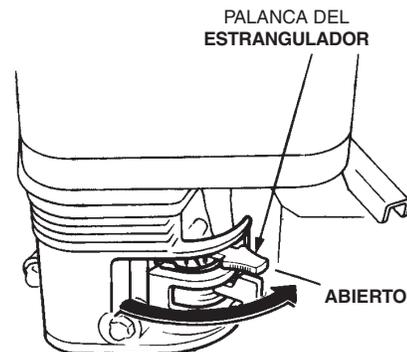

**Figura 22. Interruptor de seguridad centrífugo "Stop" (ON)**
3. Coloque el **interruptor centrífugo de seguridad "STOP" (PARADA)** (Figura 22) en la posición "ON" (encendido).